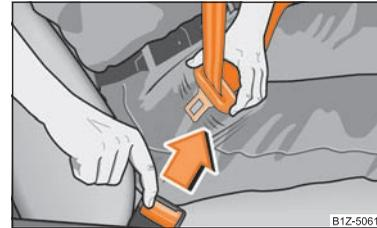

Fig. 132 Enlever le pêne du boîtier de verrouillage
- Appuyez sur la touche rouge incorporée au boîtier de verrouillage ⇒ fig. 132. Le pêne saute hors du boîtier sous la pression d'un ressort.